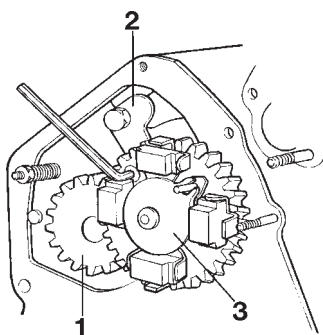

Fig. 70 Pose de l'arbre à cames
- MD2010, MD2020 : Positionner le pignon (1, figure 70) pour l'entraînement mécanique du compte-tours*.
- Huiler les portées de palier de l'arbre à cames et, avec précautions, positionner l'arbre à cames complet avec pignon et masselottes (avec le pignon (1) pour l'entraînement mécanique du compte-tours* sur les MD2030 et MD2040).